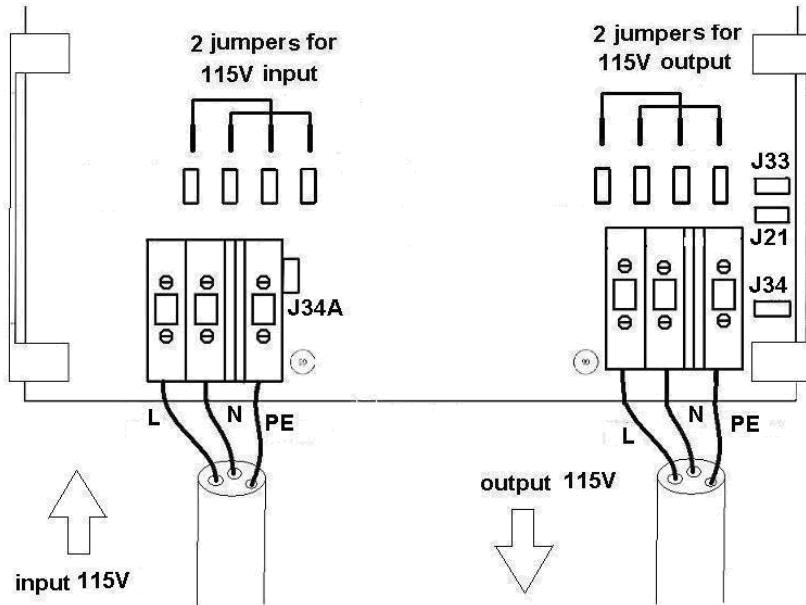

Figure 3 : configuration des cavaliers pour des tensions d'entrée et/ou de sortie 115 / 120 V
**2.2.3 Pour des tensions d'entrée et / ou de sortie 110 / 120 V, configurer les cavaliers-poussoirs comme illustré à la figure 3.**